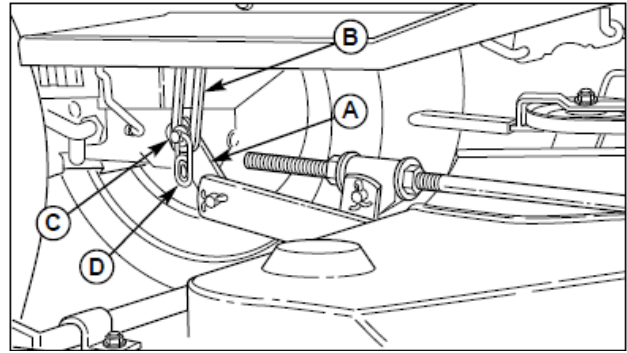

図 10 リフトアーム
4. モア吊り上げアーム(図 10 の A) をトラクタリフトアーム(B)から外します。ワッシャ(C)と安全クリップ(D)を取り付けます。
4. 図 10 を参照してモアリフトアーム(A)トラクタリフトアーム(B)にフラットワッシャ(C)と安全クリップ(D)を取り付けます。